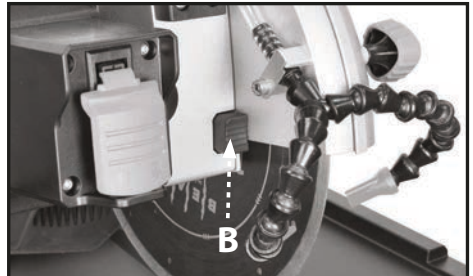
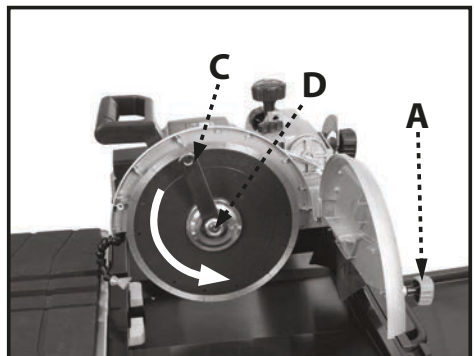

FIGURE 26
FIGURE 27
1. Desserrez le bouton de verrouillage du couvre-lame (A, fig. 27).
2. Ouvrez le couvre-lame (6)
4. Appuyez sur le blocage de broche de la lame (B, fig. 26) et utilisez la clé de lame (C, fig. 27) pour desserrer l'écrou de blocage de l'arbre (D, fig. 27)
7. Placez la nouvelle lame sur l'arbre de sorte que la flèche sur la lame pointe dans la même direction que la flèche sur le couvre-lame. (Voir figure 27)